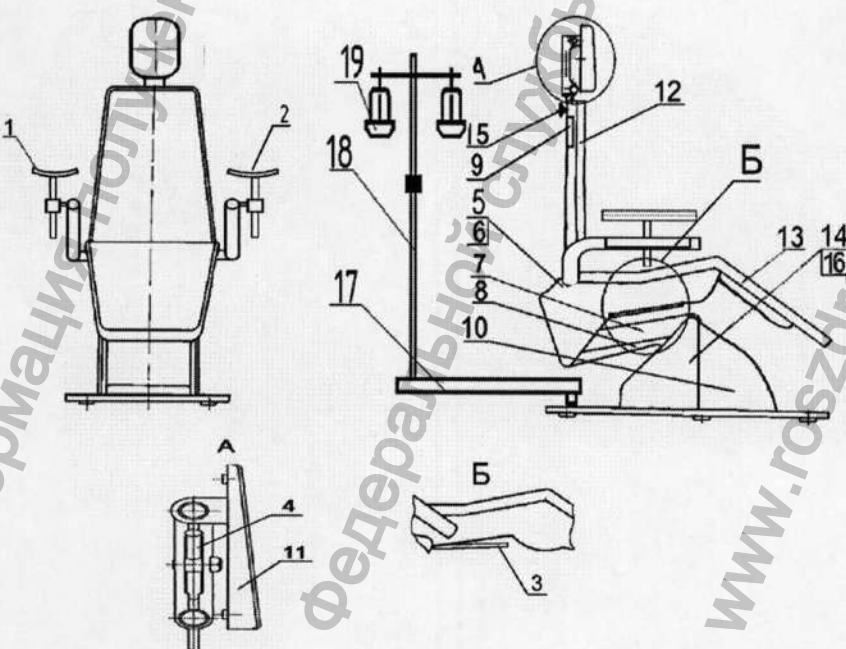
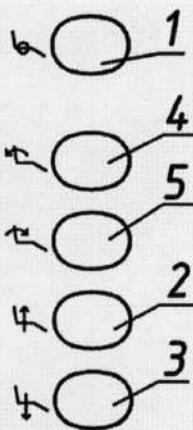

Рис.1
Рис. 4.
1. Рис. 1. Кресло КСЭМ-05-01.
4. Рис. 4. Кресло КСЭМ-05-01. Пульт управления.
2.11. Габаритные размеры кресла в нижнем положении сиденья без навесного специального оборудования согласно рис. 1:
4.1. Кресло состоит из нижней неподвижной и верхней подвижной части (рис.1).
4.2. Верхняя часть представляет собой корпус 6 (рис. 1) с закрепленным на нем сиденьем 13, спинку 12, подлокотники 1 и 2, подголовник 11. В корпусе 6 (под сиденьем) расположен блок управления 5 с тремя вставками плавкими. Подлокотники 1 и 2 могут быть откинуты назад. Спинка приводится в движение электроприводом М2. Спинка может перемещаться (наклоняться) от вертикального положения до положения по «Тренделенбургу», т.е. ниже горизонтальной оси на угол не менее 8°.
4.3. Для предотвращения травмирования движущимися частями кресла (при автоматическом движении вниз) на нижней части сиденья установлен рычаг 3 (Рис.1), при нажатии, на который происходит остановка движения кресла.
4.4. Подголовник 11 (рис. 1) предназначен для удержания головы пациента в необходимых при лечении положениях. На спинке расположен маховик 15 (рис.1) фиксирования штанги подголовника. При вращении маховика против часовой стрелки штанга освобождается от стопорения и передвигается вверх или вниз относительно спинки, обеспечивая регулировку подголовника по высоте. Фиксирование штанги происходит при вращении маховика по часовой стрелке.
Включение электроприводов кресла осуществляется пультом управления 9 (рис.1) путем нажатия на соответствующую кнопку. При этом подъем сидения кресла осуществляется при нажатии на кнопку 2 (рис.4), опускание - на кнопку 3, опускание спинки - на кнопку 4, ее подъем – на кнопку 5. Возврат кресла в исходное положение осуществляется автоматически после однократного нажатия на кнопку 1.
Для предотвращения травмирования движущимися частями кресла (при автоматическом движении вниз) на нижней части сиденья установлен рычаг 3 (Рис.1), при нажатии, на который происходит остановка движения кресла. Плавкие вставки FU1... FU4 расположены в блоке управления и предназначены для защиты электрических цепей электрооборудования кресла.
5.6. Для экстренной остановки движения верхней части кресла вниз следует приподнять рукой рычаг 3 (Рис.1).
6.4. Включить вилку шнура в сеть. Путем нажатия на кнопку 2 (рис.4) поднять верхнюю часть кресла на максимальную высоту. Нажатием кнопки 4 наклонить спинку.
6.5.2. Из исходного положения с помощью кнопок 2 и 4 (рис. 4) спинка и сиденье кресла устанавливаются в выбранное положение.